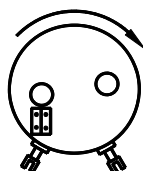

Abb.5
-Jumper "vertikal" platziert für Drehsinn im Uhrzeigersinn. (Abb.5)